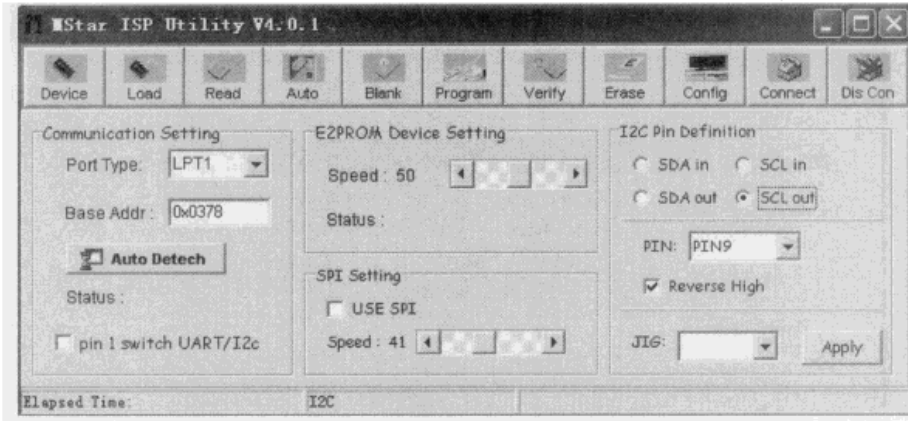

图7-55 “SCL OUT”项的设置
D. 点击“SCL OUT”，将“PIN:”选择为“PIN9”，“Reverse High”项选中，如图7-55所示。